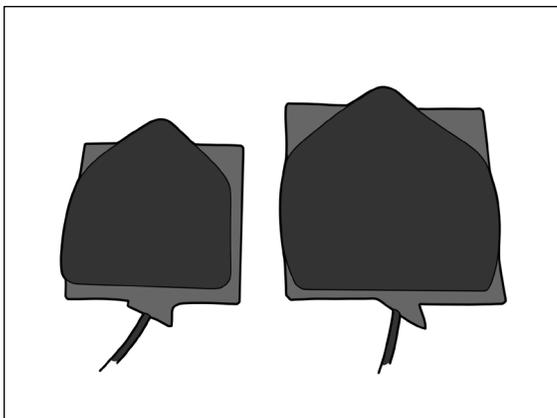

Рис. 1
1. Определите подходящий для пациента размер ремня, камеры и пластины (рис. 1).